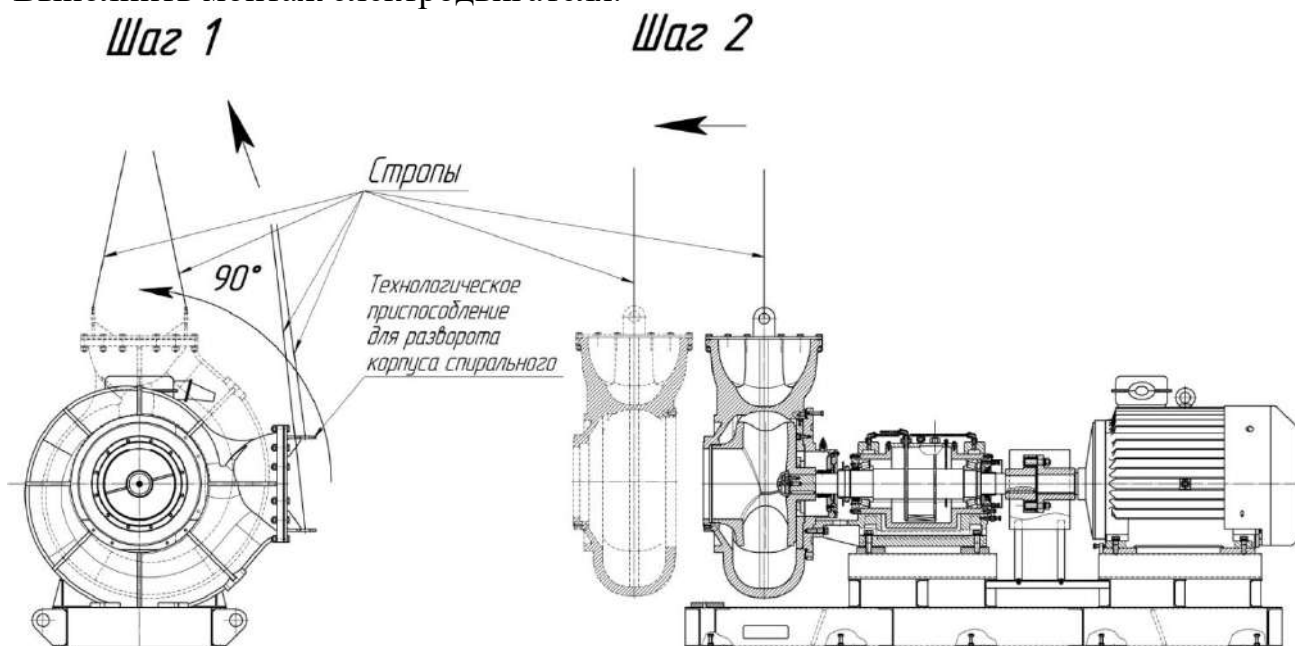

Рис. 6 Демонтаж корпуса спирального.
4. Демонтировать корпус спиральный (рис. 6). При демонтаже корпуса спирального руководствоваться пунктом 9.4.2 е), ж) настоящего РЭ. **Технологическое приспособление для демонтажа корпуса спирального крепить к выходному фланцу корпуса спирального равномерно минимум на 6 болтов М20. ПРИ ДЕМОНТАЖЕ КОРПУСА СПИРАЛЬНОГО НЕ ДОПУСКАТЬ ИЗМЕНЕНИЙ ПОЛОЖЕНИЯ КОРПУСА В ПОПЕРЕЧНЫХ НАПРАВЛЕНИЯ С ЦЕЛЮ ИСКЛЮЧЕНИЯ ПОВРЕЖДЕНИЯ РАБОЧЕГО КОЛЕСА НАСОСА!!!**